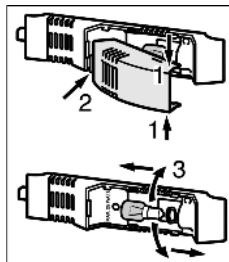

Fig. 9
- Возьмитесь за крышку лампы сверху и снизу *Fig. 9 (1)*.
- Выведите крышку лампы сзади из зацепления и снимите *Fig. 9 (2)*.
- Замените лампу *Fig. 9 (3)*.